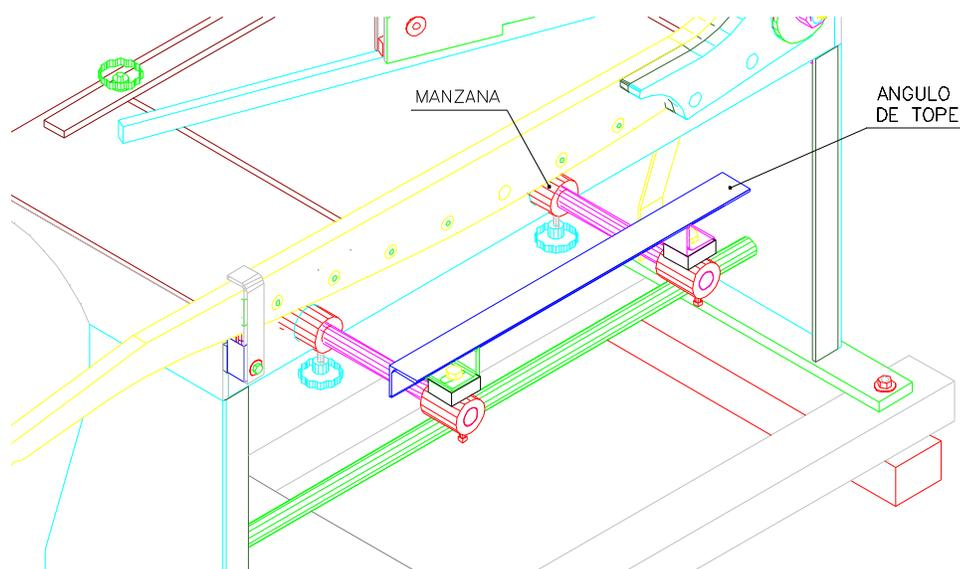

Figura No.3: -Tope posterior.
B) **TOPE POSTERIOR:** se encuentra unido a la mesa por medio de dos barras perforadas o manzanas, (ver figura No.3), por donde se instalarán los dos ejes del tope (la máquina se despacha sin los ejes puestos). Este tope determina la medida a cortar. Su longitud mínima es de 57 mm. y la máxima 760 mm., teniendo para su ajuste dos mariposas.